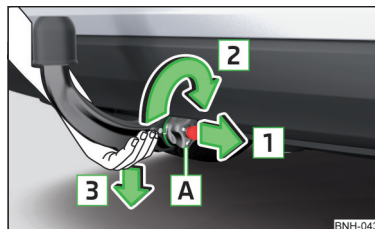

Fig. 223
- › Prindeți tija cuplei **din partea de jos** » fig. 223.